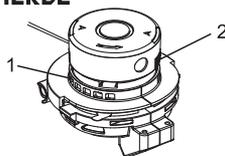
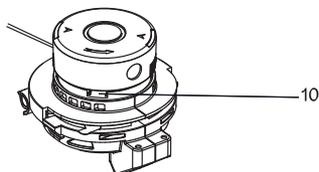

Fig. 12
Fig. 16
1. Appuyer sur les boutons de verrouillage de la bobine (1) et (2) situés de chaque côté de la bobine (Fig. 12).
4. Enfiler l'extrémité libre du fil pour coupe-herbe (6) dans l'orifice (7) du boîtier de la bobine (2).
5. Tout en le tenant, tirer légèrement pour resserrer le fil, puis le faire glisser dans la broche (8) jusqu'à ce qu'il touche le fond.
6. Une fois que la bobine de remplacement est complètement insérée dans le boîtier, replacer le capuchon de la bobine (3) en insérant les boutons de verrouillage (1) dans le boîtier de bobine.
7. Appuyer fermement sur le capuchon de la bobine jusqu'à ce que les boutons de verrouillage « s'enclenchent » dans les orifices correspondants (9) du boîtier de la bobine.
8. Lors de l'installation de la nouvelle bobine de fil pour coupe-herbe, environ 7,6 cm/3 po de fil doit être exposé hors du boîtier de la bobine. S'il est trop long, le couper avec des ciseaux. S'il est trop court, appuyer sur le bouton de dégagement du fil (10) sur le boîtier du fil pour coupe-herbe et tirer doucement sur le fil exposé (Fig. 16).
Appuyer sur le bouton de dégagement du fil (10) sur le boîtier de fil pour coupe-herbe et tirer doucement sur le fil exposé jusqu'à ce que 7,6 cm/3 po de fil soit exposé hors du boîtier de la bobine (Fig. 16).
Retirer la bobine du boîtier de la bobine; dérouler environ 7,6 cm/3 po de fil et réinstaller la bobine (Fig. 12 à Fig. 16).
Retirer la bobine du boîtier de la bobine, dérouler tout le fil pour coupe-herbe de la bobine et rembobiner le fil (Fig. 12 à Fig. 16).